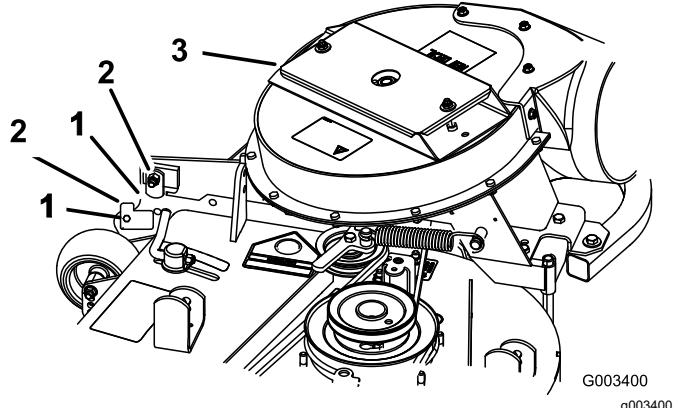

**Bild 43**
8. Setzen Sie die Feder ein, siehe Bild 43.